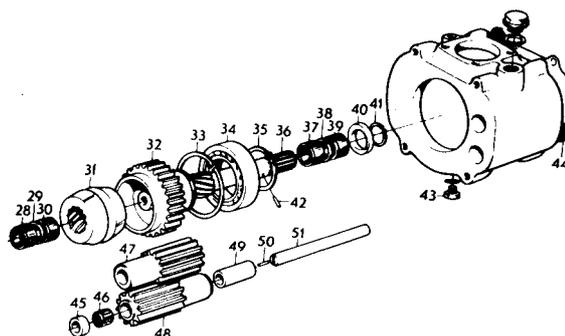

Fig. 11
1. Monter la rondelle d'arrêt (33, fig. 11) dans le carter.
2. Enfoncer le roulement (34) dans le carter en se servant du mandrin 884500.
4. Enfoncer le pignon (32) dans le roulement (34) en se servant du mandrin 884263. Remarque : l'outil d'appui 884488 doit être adapté à la bague intérieure du roulement. Veiller à ce que les dents du pignon s'engagent bien dans les entre-dents des satellites.
5. Verrouiller le pignon avec le circlips (35).
## Réassemblage du carter avant avec le carter intermédiaire MS (Fig. 11 et 13)